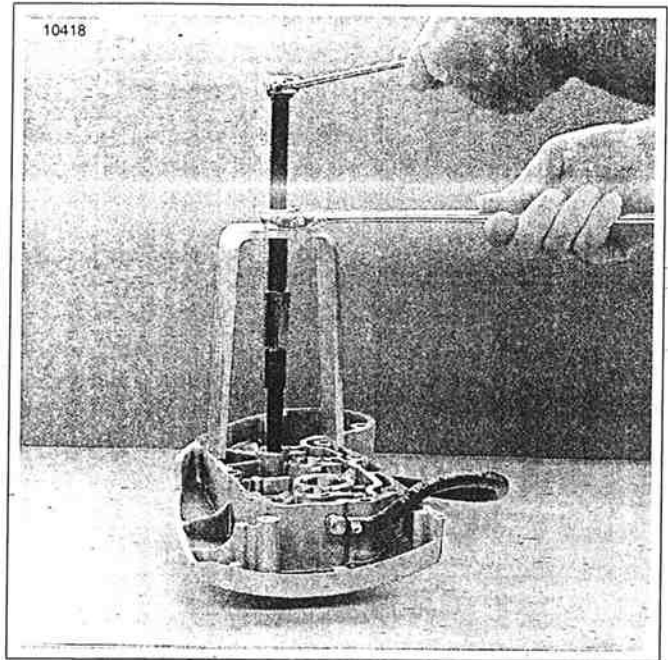

Figura 3-82. Extracción del buje de la leva de la cubierta de la caja de cambios
2. Vea la Figura 3-82. Use el EXTRACTOR DE BUJES Y COJINETES (HD-95760-69A) para extraer los bujes de la cubierta de la caja de cambios y el cárter.